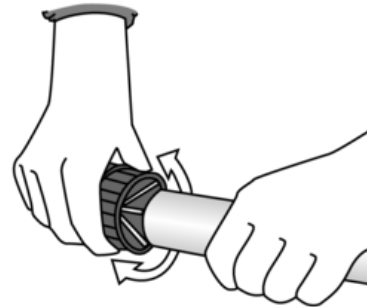

Abb. 4: Rohrende entgraten
- Nach dem Trennen sind die Rohrenden innen und außen zu entgraten Abb. 4 .